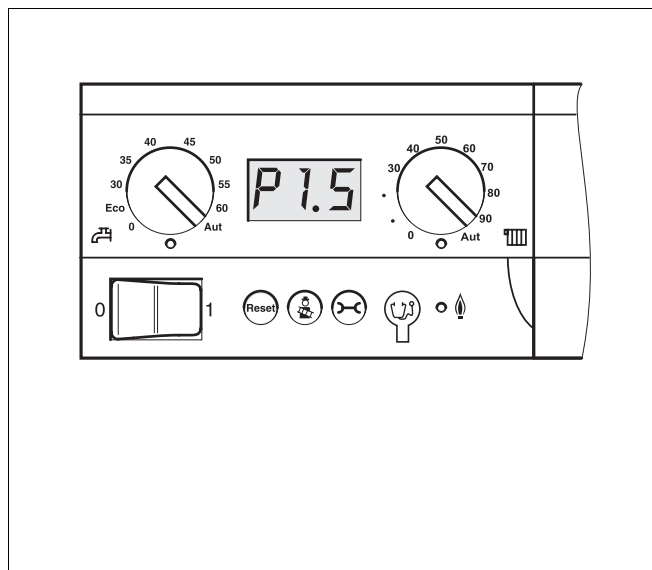

Fig. 15 Indicazioni digitali della pressione idraulica
- Aprire con cautela il rubinetto dell'acqua e caricare lentamente l'impianto di riscaldamento. Controllare le indicazioni di stato del dispositivo di controllo base Logamatic BC10 (fig. 15) o il manometro della caldaia. I valori visualizzati (p. es. "P0.8") aumentano mano a mano che l'impianto viene caricato. Esempio: l'indicazione "P0.8" corrisponde a una pressione d'impianto di 0,8 bar.